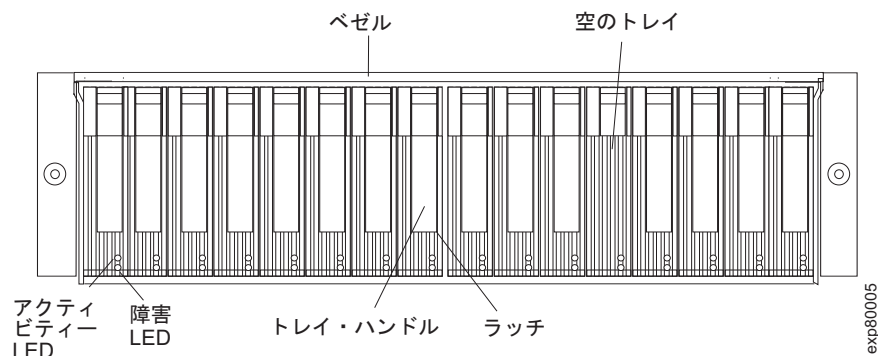

図 34. ホット・スワップ E-DDM LED
2. 図 34 に示される障害 LED を確認します。いずれかのこはく色の LED が点灯している場合は、109 ページの『問題の解決』を参照してください。